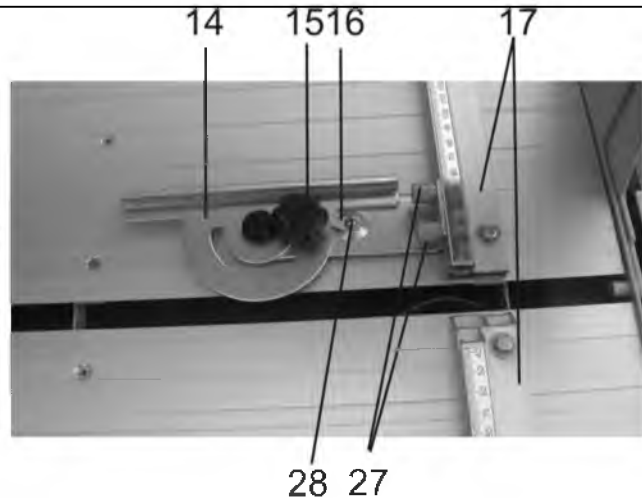

Рис. 7
9.2.4. Как показано на Рис.7, установите и закрепите регулируемый упор (14).